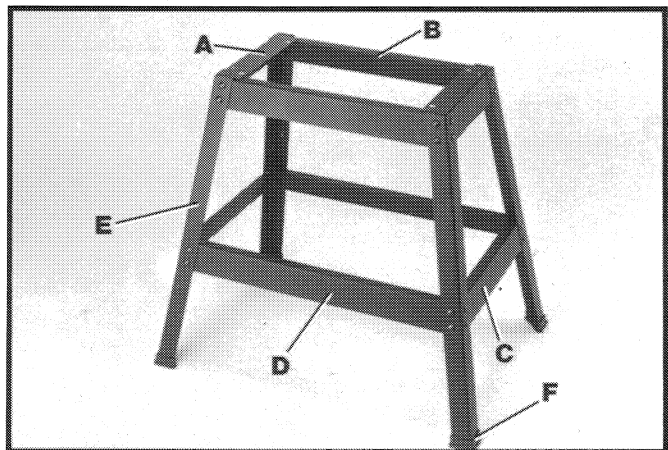

Fig. 4
1. Ensamble el estante como lo ilustra la Fig. 4, haciendo uso de los 32 pernos de carrocería, arandelas planas y tuercas que se suministran. Los dos soportes superiores de 11-1/2 pulg. de largo (A); soportes superiores de 21-5/16 pulg. de largo (B); soportes inferiores de 17-1/8 pulg. de largo (C); y soportes inferiores de 26-5/8 pulg. de largo (D) deben ser afianzados a las cuatro patas de 27-1/2 pulg. de largo (E). **IMPORTANTE:** Los bordes superiores de los soportes superiores (A) deben estar sobre los bordes superiores de los soportes superiores (B).
2. Ensamble un pie de plástico (F) Fig. 4, al fondo de cada pata (E) como se ilustra aquí.